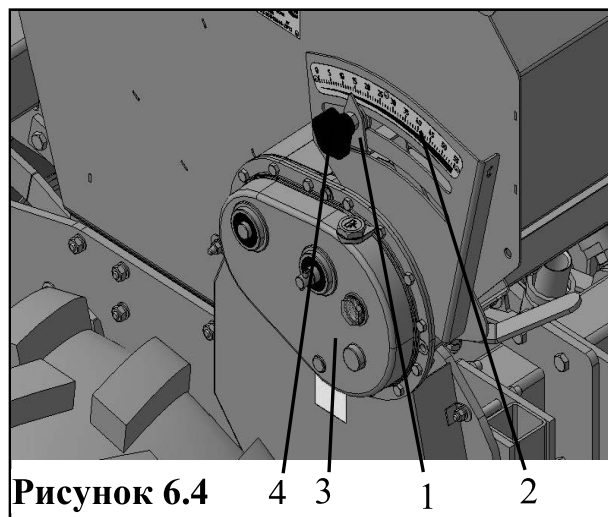

Рисунок 6.4
6.3.1 Установить указатель 1 на шкале 2 вариатора привода зерновых катушек 3 (рис. 6.4) (слева на бункере) на необходимое деление. Положение указателя 1 определить по графику 6.1 или 6.2.
Решение: Найти на оси «норма» графика 6.2 значение 200, поднять-ся вверх до пересечения с линией графика «пшеница». От точки пересечения, проведённой нами линии с линией графика, провести горизонтальную линию. Этим, мы определим положение указателя 1 (рис. 6.4) на шкале 2 вариатора 3.
6.3.2 Для установки нормы высева произвести пробный проверочный высев на месте. Определение высева прокруткой вариатора привода зерновых катушек 3 (рис.6.4) на стационаре для сокращения времени произвести из расчета посева сеялкой 1/100 га (100 м²).
Если при проверке окажется, что семян высевается меньше или больше требуемой нормы, повторить прокрутку, изменив положение указателя 1 (рис. 6.4) на шкале 2 вариатора 3. Так проверять до тех пор, пока не будет получен желаемый результат.